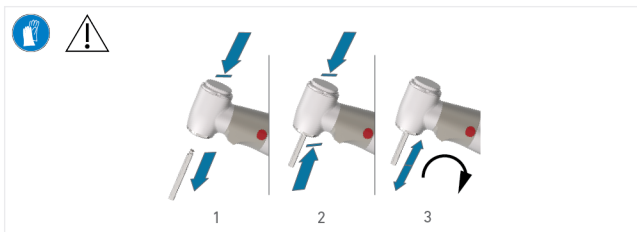

FIG. 3
- Appuyer sur le bouton-poussoir pour débloquer le système de mandrin. Tout en maintenant le bouton-poussoir enfoncé, extraire la fraise (FIG. 3 étape 1). Relâcher le bouton-poussoir pour bloquer le système de mandrin.
- Appuyer sur le bouton-poussoir pour débloquer le système de mandrin. Tout en maintenant le bouton-poussoir enfoncé, insérer la nouvelle fraise jusqu'à la butée (FIG. 3 étape 2). Relâcher le bouton-poussoir pour bloquer le système de mandrin.
Vérifier que la fraise peut facilement tourner et qu'elle reste en place en essayant de l'extraire (FIG. 3 étape 3).
2. Retirer la fraise (FIG. 3 étape 1).